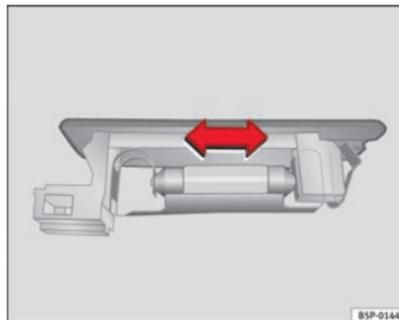

Fig. 167 Luz do porta-bagagens
- Pressione a lâmpada lateralmente e retire-a do alojamento ⇒ Fig. 167.